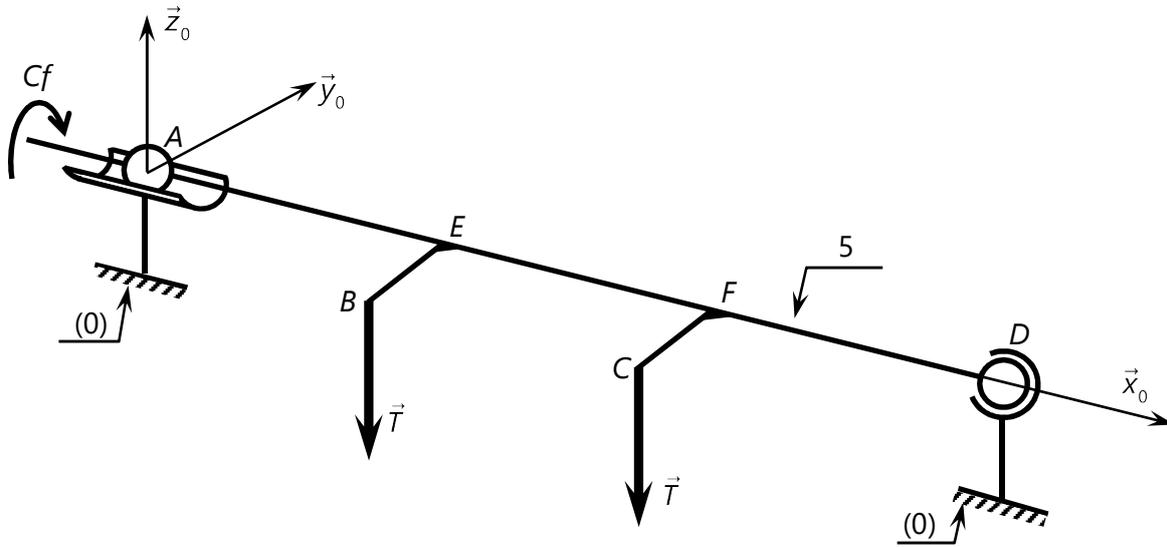

Figure 4 : Modélisation du tambour
On considère que le tambour (5) est un arbre sur lequel sont soudées, en E et F, les barres EB et FC perpendiculaires à AD (voir figure 4).